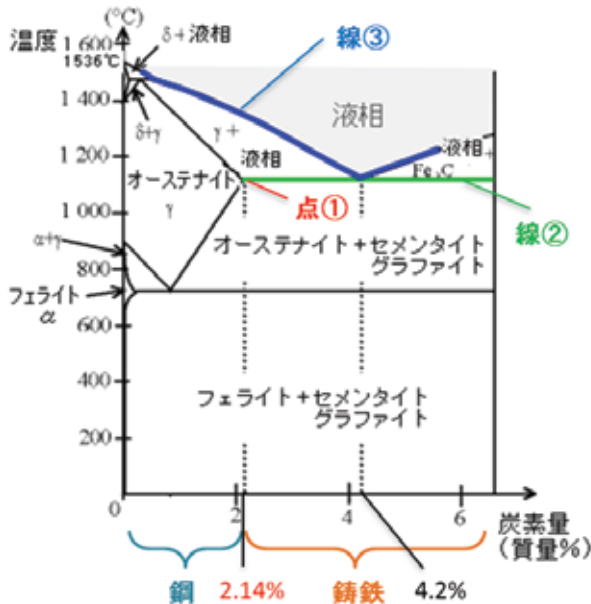

図3 鉄-炭素状態図
鉄系の材料は炭素の含有率により性質が大きく異なります。図 3 に示す鉄-炭素状態図は、炭素の含有率を横軸、温度を縦軸として鉄の状態（相）を表したもので、図中の点①の炭素含有率 2.14%を境界にそれ以下を鋼、それ以上を鋳鉄と言います。